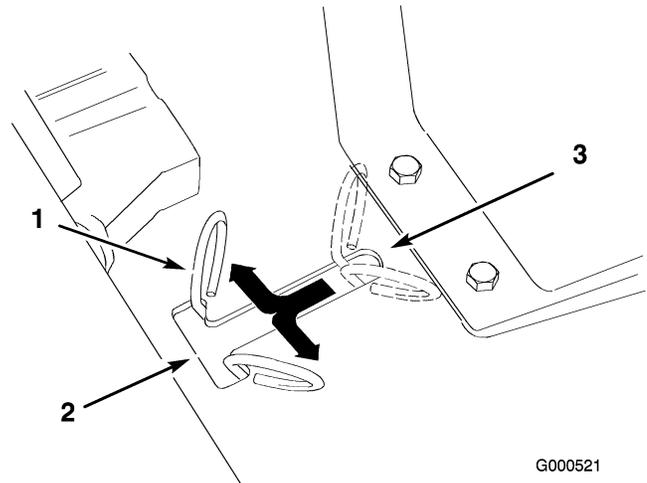

Figure 15
3. Soulevez le siège pour accéder aux leviers de dérivation (Figure 15).
4. Déplacez les deux leviers de dérivation en avant puis vers l'extérieur pour les verrouiller en position, comme illustré à la Figure 15.
Déplacez les leviers de dérivation vers l'intérieur puis tirez-les en arrière jusqu'à l'extrémité de la fente (Figure 15).